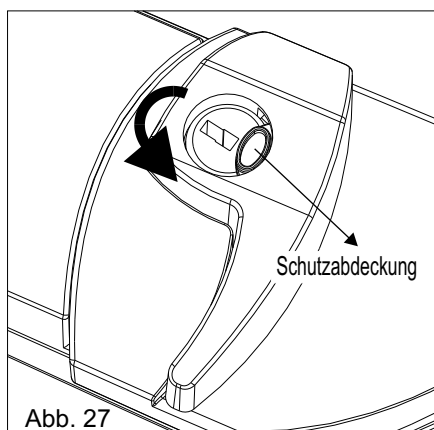

Abb. 27
- 1) Die Schutzabdeckung des Schlosses gegen den Uhrzeigersinn drehen (Abb.27);